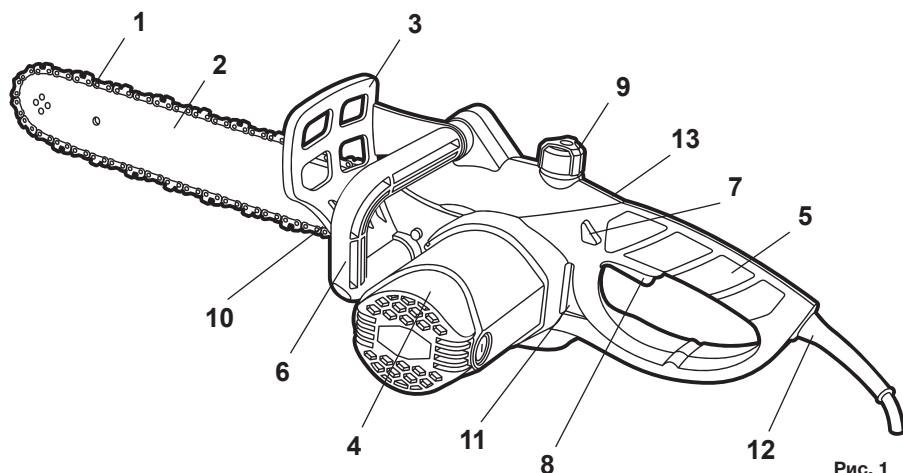
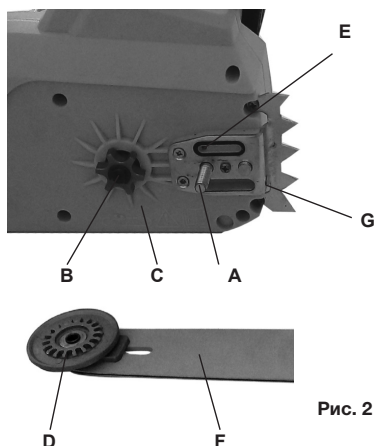

Рис. 1
Рис. 2
1. Установите тормоз цепи 3 (Рис. 1) в нерабочее положение, потянув на себя в направлении к передней ручке.
2. Открутите ручку фиксации защитной крышки 12 (Рис. 1).
3. Снимите защитную крышку 16 (Рис. 1)
4. Наденьте на шину F (Рис. 2) пильную цепь 1 (Рис. 1), проверив правильность расположения зубьев цепи.
1. Для заполнения масляного бака откройте крышку 9 (Рис.1), при этом следите, чтобы в бак не попала грязь. Заполните бак маслом. Удалите остаток масла с горловины и из внутренней полости крышки. В крышке имеется воздушный клапан при засорении которого насос не работает. Следите, чтобы при эксплуатации пилы этот клапан оставался чистым.
2. Закройте плотно крышку. Во время работы периодически обращайтесь внимание на уровень масла через окно контроля уровня масла 11 (Рис.1).
В случае, если следов масла не видно, необходимо прочистить в корпусе редуктора выходное отверстие для масла Е (Рис.2) и соответствующее отверстие в шине Е1.